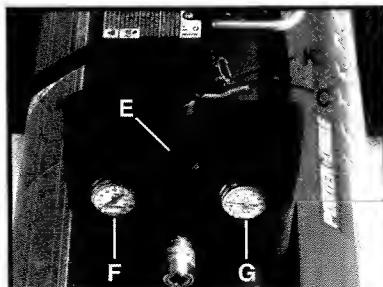

Fig. 3
Interruptor de ENCENDIDO/AUTO-APAGADO (C), Fig. 3: Ponga este interruptor en la posición de ENCENDIDO para suministrar alimentación al conmutador automático activado por presión prefijada y en la posición de APAGADO para interrumpir el suministro de alimentación al final de cada uso.
Regulador (E), Fig. 3: La presión del aire que viene del tanque de aire se controla mediante el regulador. Tire hacia arriba del pomo del regulador para DESBLOQUEARLO. Gire el pomo del regulador en el sentido contrario al de las agujas del reloj para aumentar la presión y en sentido contrario al de las agujas del reloj para reducirla. Para evitar tener que hacer algún reajuste menor después de hacer un cambio en la graduación de la presión, aproximese siempre a la presión deseada desde una presión menor. Cuando reduzca la presión de un valor más alto a uno más bajo, reduzca primero la presión a un valor inferior al deseado y luego aumentela hasta el valor deseado. Según los requisitos de aire de cada accesorio específico, es posible que sea necesario ajustar la presión de aire regulada en la salida mientras se utiliza el accesorio. Empuje hacia abajo sobre el pomo del regulador para BLOQUEARLO en la posición correspondiente al valor deseado.
Manómetro de salida (F), Fig. 3: El manómetro de salida indica la presión de aire disponible en el lado de salida del regulador. Esta presión es controlada por el regulador y siempre es menor o igual que la presión del tanque. Consulte la sección "Procedimientos de funcionamiento".
Manómetro del tanque (G), Fig. 3: EL manómetro del tanque indica la presión del aire de reserva del tanque.
Válvula de seguridad (K), Fig. 3: Si el conmutador activado por presión prefijada no apaga el compresor de aire al alcanzar el punto de presión de desconexión, la válvula de seguridad protegerá contra la presión alta "disparándose" cuando se alcance su presión ajustada de fábrica (un valor un poco mas alto que el punto de presión de desconexión del conmutador activado por presión prefijada).